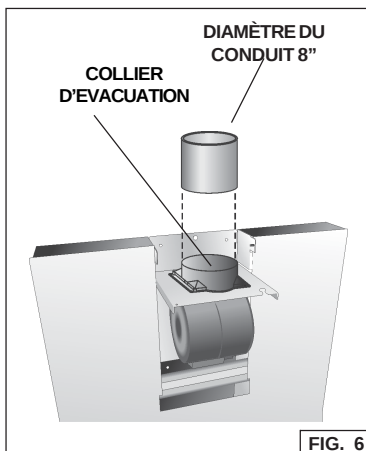

FIG. 6
4. Attachez un conduit arrondi en acier d'une longueur de 8" au collier d'évacuation de la hotte (Fig. 6). Reliez toutes les sections pour empêcher le passage de l'air.